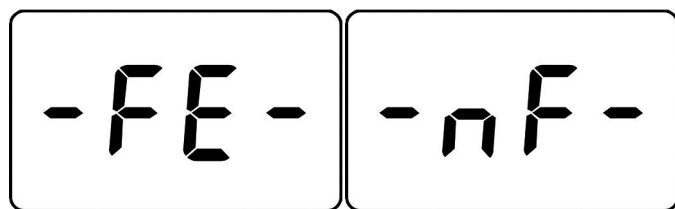

图 2.1 仪器开机
3. 按“”键，仪器鸣响一声后开机，CM10 系列开机界面如图 2.1，若仪器当前使用的是磁性测量方式，仪器开机画面见左下图，若仪器当前使用的是涡流测量方式，仪器开机画面见右下图。